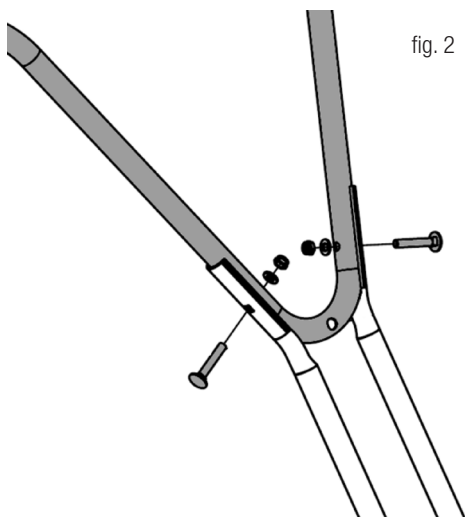

fig. 2
2. Montez la poignée supérieure. Utilisez les vis, les écrous et les rondelles comme indiqué sur la fig. 2.